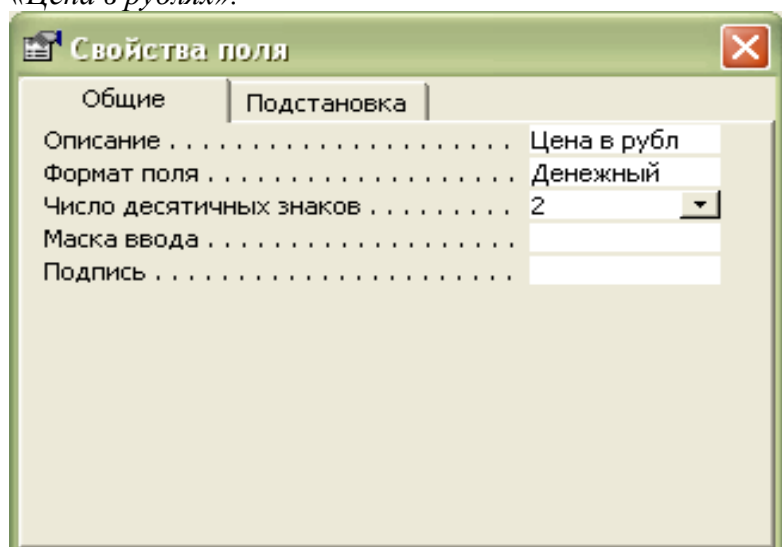

Рис. 5.10. Диалоговое окно Свойство поля
- В открывшемся диалоговом окне «Свойства поля» (рис. 5.10) введите: В поле «Описание» текст, содержащий описание объекта, выводимого в окне базы данных, а также описание отдельных полей таблицы или запроса. В вашем случае - это может быть текст: «Цена в рублях».